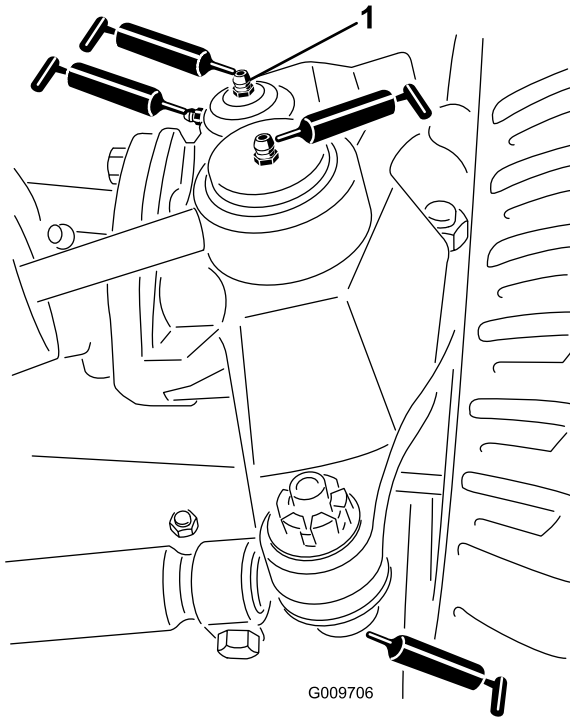

Figure 50
- Rotules de vérin de direction (2) (Figure 50)
- Rotules de biellettes (2) (Figure 50)
- Bagues de pivots de fusées (2) (Figure 50). **Le graisseur supérieur du pivot de fusée ne doit être lubrifié qu'une fois par an (2 injections de graisse).**